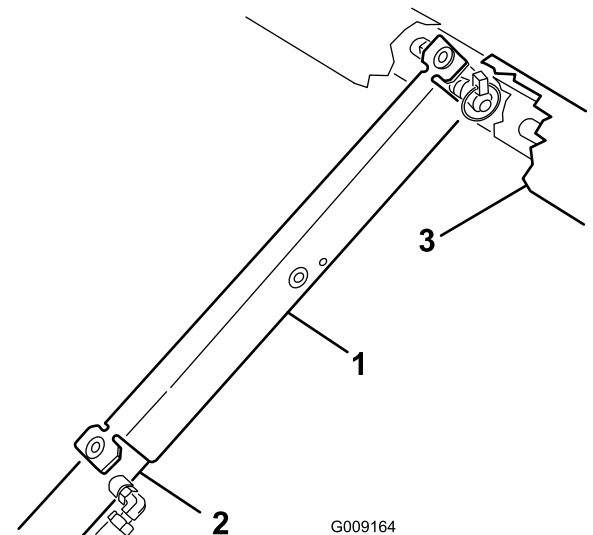

Figure 33
3. Poussez la béquille de sécurité sur la tige du vérin et appuyez bien les pattes d'extrémités contre l'extrémité du corps du vérin et l'extrémité de la tige du vérin (Figure 33).